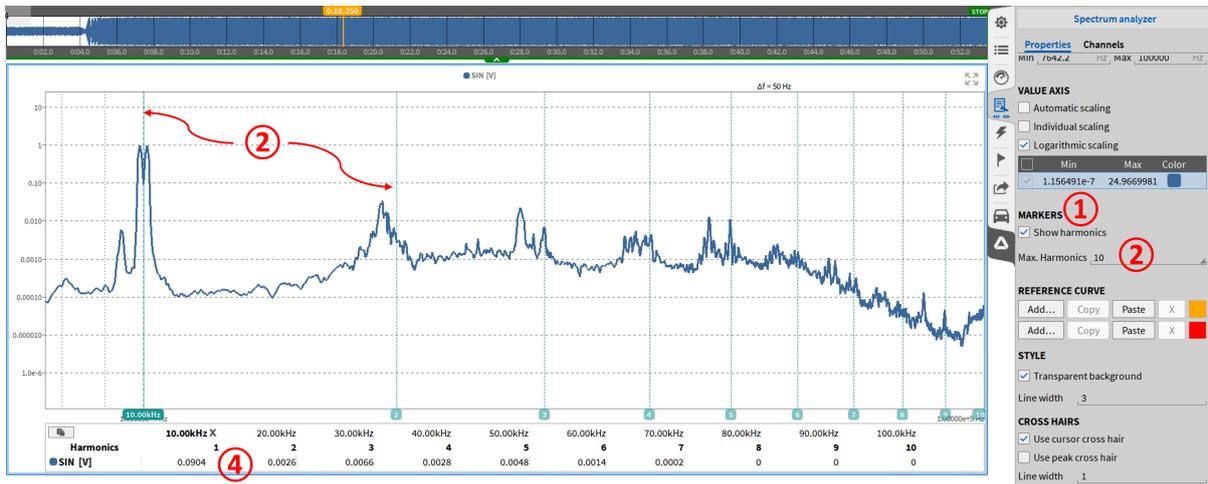

Abb. 8.51: Verwendung von Harmonischen Cursors
Harmonische Cursor können durch Auswahl von *Show Harmonics* aktiviert werden (siehe ① in Abb. 8.51). Die Anzahl der Harmonischen kann von 1 bis 10 gewählt werden (siehe ② in Abb. 8.51). Harmonische werden mit einem Cursor markiert (siehe ③ in Abb. 8.51) und der Amplitudenwert wird unterhalb des Instruments angezeigt. (siehe ④ in Abb. 8.51).